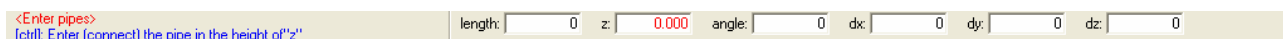
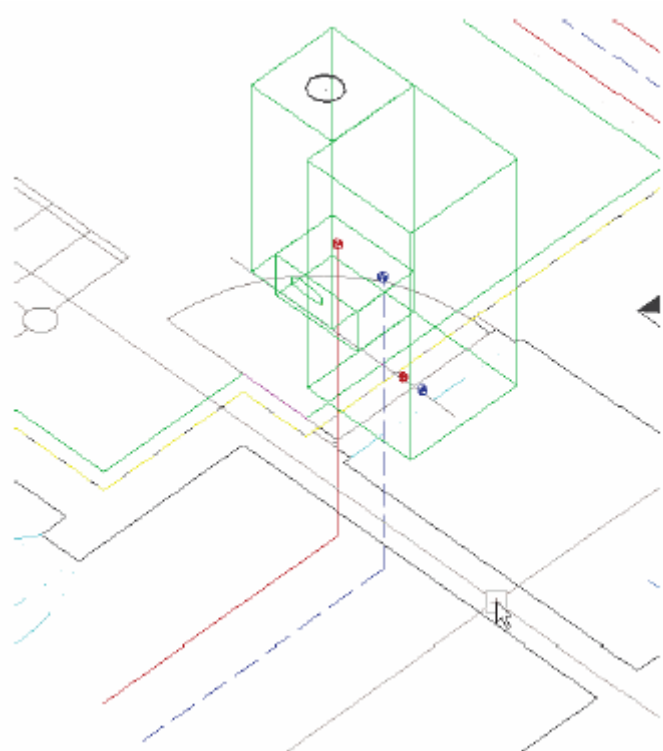

Рис. 3.2-28 Навигационная планка, в которой можете следить и редактировать значения координат
Рис. 3.2-29 Присоединение трубопровода к котлу
4. Необходимо осознать, что вставленный настенный котел находится в определенной высоте, и если мы бы прямо начали рисовать трубопровод, свисало бы в воздухе. Поэтому необходимо внимательно следить за навигационной планкой, которая находится в нижней части. В клетке з указано актуальное значение координаты Z. Эта координата одновременно изображена также при курсоре. Если данные о высоте не изображены при курсоре нитевидного курсора, щелкните кнопку *Settings/Настройка*. В диалоговом окне щелкните закладку *Pipes/Трубопроводы* и выделите клетку *Enter the pipe in the height of „z“*/Изобразить z-координату при задании трубопровода. (Рис. 3.2-28) Не нужно перемещаться курсором в данную рубрику, можно прямо написать значение координаты Z, в которой будут вставлены трубопроводы. Тем, что напишете на клавиатуре значение 0, подтвердите клавишей *ENTER*, нанесете в проект вертикальный трубопровод с котла вплоть до пола. В плане это будет отмечено при помощи кольца, и весь нарисованный трубопровод можете посмотреть в аксонометрии. (Рис. 3.2-29)